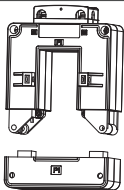
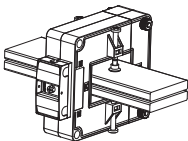

图3 拆开互感器下半部分
图5 安装互感器下半部分，并用附件将其固定在母线上
6.1 互感器的安装条件应符合3.2条规定，安装示意图见图3~图5。